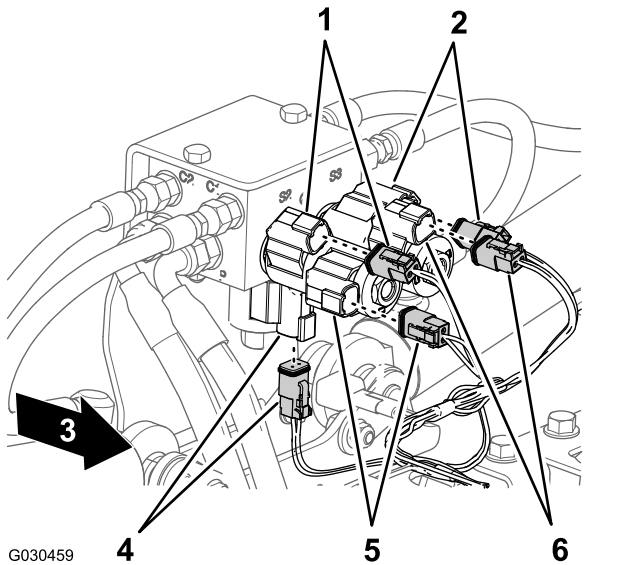

Figure 24
4. Pour les machines sans kit rampe ultrasonique – à l'arrière de la machine, débranchez les connecteurs à 2 douilles suivants (Figure 24) du collecteur de vérin de levage comme suit :